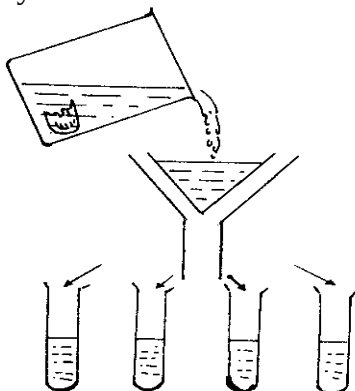

Figura 3.3
2.5 Filtrar la mezcla en caliente y recibirla en cuatro tubos de ensaye. Véase figura 3.3